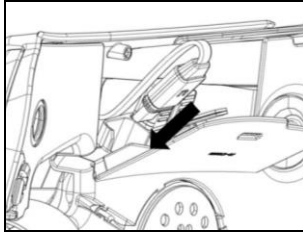

Fig. 7
- Alinear el conector del teclado al ebox (Fig. 7).